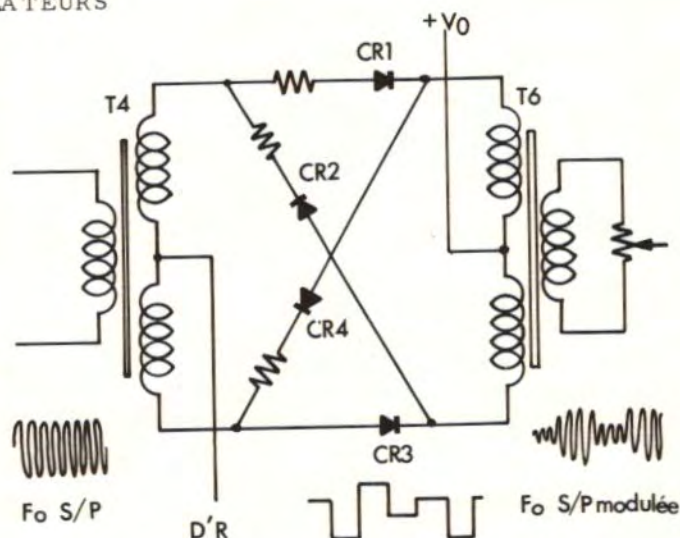

Fig 3.24
Les modulateurs équipant le tiroir Pal sont du type modulateurs en anneaux. Sur le schéma fig. 3.24. est représenté le modulateur du signal R-Y (D'R). Celui du signal B-Y (D'B) est identique. Dans ce circuit, la conduction des diodes est commandée par le signal modulant D'R. Le signal de porteuse est ainsi transmis au rythme de l'amplitude de D'R. Il subsiste, en sortie, un signal de même fréquence que la porteuse, mais dont les courbes-enveloppes caractérisent la modulation sans sous-porteuse. Les niveaux variables du signal D'R déterminent la phase et l'amplitude du signal de sortie. Les transformateurs T4 et T6 sont accordés sur la fréquence de la sous-porteuse. Le niveau Vo est fourni par les transistors Q20, Q21 pour D'R et par Q22 Q23 pour D'B. Ces circuits permettent d'obtenir des sources à basse impédance pour la polarisation des diodes des modulateurs. Le produit de la modulation est réglable par les potentiomètres R126, R127; il est appliqué aux transistors Q17 pour D'R et Q18 pour D'B. Ces transistors montés en amplificateurs, transmettent, alternativement les signaux D'R et D'B sur la base de Q19 émetteur suiveur de sortie. Le signal de chrominance est disponible au plot (62), voir oscillogrammes n°s 3 et 4 - planche 14.